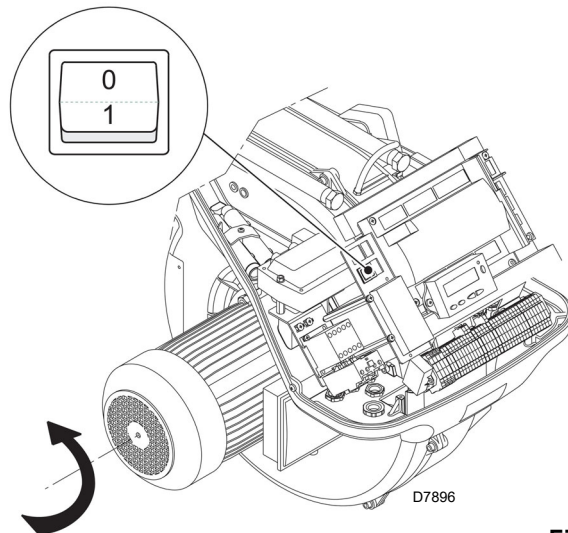

Fig. 28
Închideți termostatele/presostatele și puneți comutatorul Fig. 28 în poziția „1”.
Imediat ce arzătorul pornește, stați în fața ventilatorului de răcire a motorului ventilatorului și verificați dacă acesta se rotește în sensul invers acelor de ceasornic. A se vedea Fig. 28.
- așezați Fig. 28 în poziția „0” și așteptați ca controlul flăcării să se oprească;
Arzătorul este în starea de așteptare a cererii de căldură sau comutatorul „0-1” (Fig. 28 la pag. 34) este în poziția „0”.
Cu comutatorul selector „0-1” (Fig. 28 la pag. 34) arzătorul nu se oprește imediat, ci are loc faza de oprire.